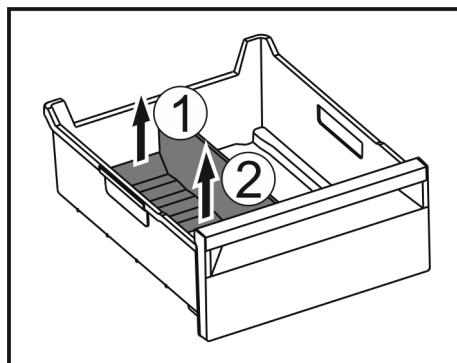

Fig. 74
- Приподнимите заднюю часть разделителя отделения для льда. Fig. 74 (1)
- Извлеките разделитель отделения для льда движением вверх. Fig. 74 (2)